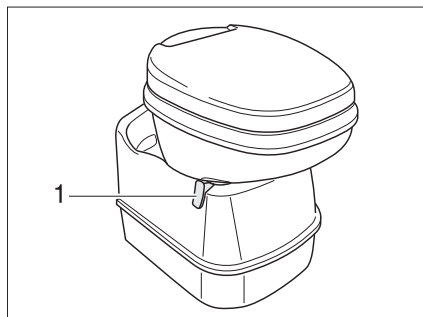

Fig. 152 Cuvette Thetford, orientable
- Avant d'actionner la chasse d'eau, ouvrir le curseur des toilettes Thetford. Pousser pour cela le levier du curseur (Fig. 152,1) dans le sens inverse des aiguilles d'une montre.
- Tourner le levier du curseur (Fig. 152,1) dans le sens des aiguilles d'une montre. Le curseur se ferme. Pour la vidange il **faudrait** que le curseur des toilettes Thetford soit fermé.